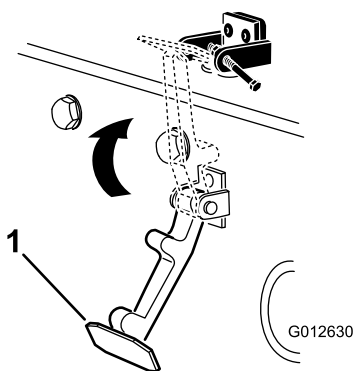

Рисунок 5
8. Защелкните фиксатор капота в кронштейне (Рисунок 5).